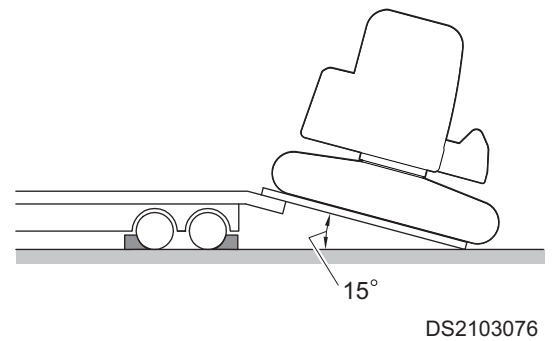

Figura 7
8. No es necesario desmontar la unidad para el transporte rutinario por carretera. Si el brazo de grúa y el mango de la cuchara tienen que desmontarse, se concentrará más peso en la parte trasera de la máquina. Retroceda la excavadora hasta dentro del remolque, de modo que el extremo de contrapeso (extremo pesado) de la excavadora sea el primer elemento en colocarse sobre la rampa. Consulte Figura 7.